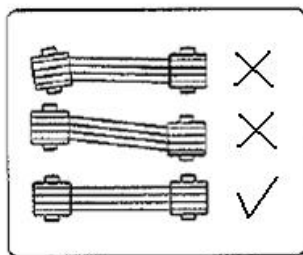

Fig. 14: Alinhamento das correias / Alineación de las correas / Alignment of the belts / Alignement des courroies
- verifique o alinhamento da polia com o volante e o tensionamento das correias (Fig. 14 e Fig. 8).
- verifique el alineado de la polea con el volante y el tensionado de las correas (Fig. 14 y Fig. 8).
- check the alignment of the pulley with the wheel and the tension of the belts (Fig. 14 and Fig. 8).
- vérifiez l'alignement de la poulie et du volant et la tension des courroies (Fig.14 et Fig. 8).